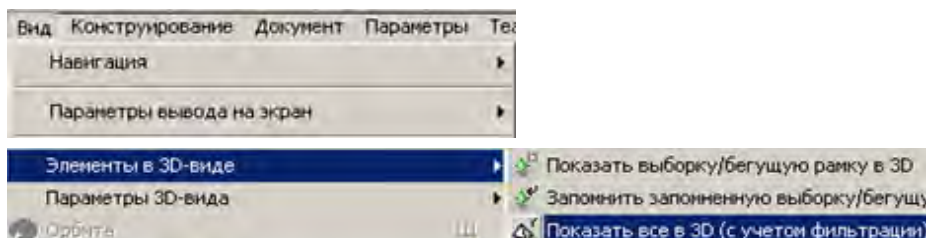
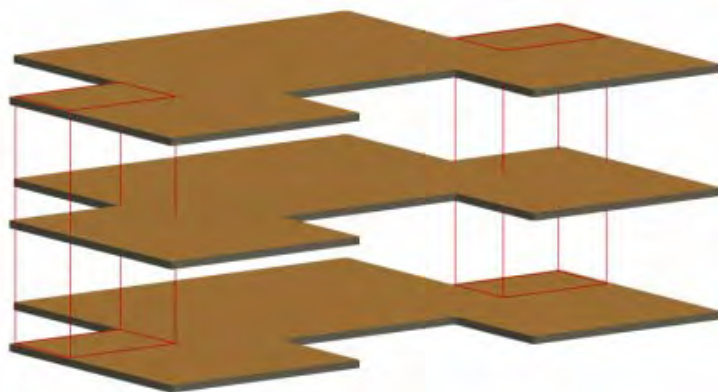

Рис. 97
Рис. 98
12. Выберите команду **Вид > Элементы в 3D-виде > Отфильтровать элементы в 3D**. Поставьте галочкой только тип элемента **Перекрытие**. Затем выберите команду **Вид > Элементы в 3D-виде > Показать все в 3D (с учетом фильтрации)** (рис. 97). В 3D-окне будут представлены только перекрытия и ООЭ-тела. Как видим, ООЭ-тела показываются в каркасном изображении (рис. 98).